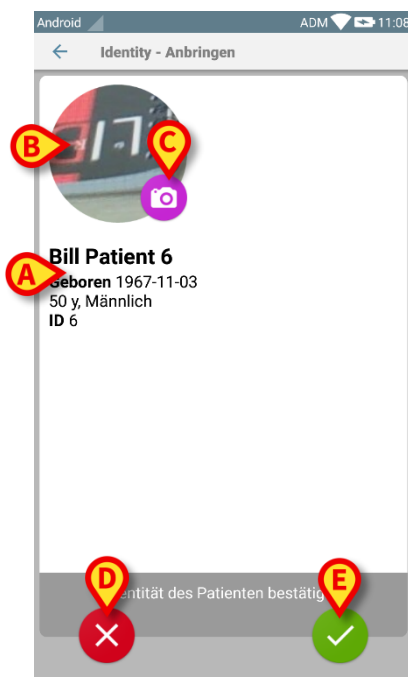

Abb. 114
Dem Benutzer steht eine Bildschirmanzeige zur Verfügung, die die wichtigsten Daten des Patienten und ein Foto von ihm zeigt (wenn verfügbar; anderenfalls wird ein allgemeines Symbol angezeigt - Abb. 114):
- Patientenname, Geburtsdatum, Alter, Geschlecht, Kenncode (Abb. 114 **A**);
- Foto des Patienten (Abb. 114 **B**).
Sollte ein Foto des Patienten fehlen, kann durch Berühren der Schaltfläche in Abb. 114 **C** ein neues aufgenommen werden. Sobald ein neues Foto aufgenommen wurde, kann es geändert werden, um einen kleinen Bereich auszuwählen, der in die detaillierte Bildschirmanzeige des Patienten passt. In Abb. 114 wird der Bildschirm eines Gerätes mit hoher Auflösung gezeigt (d.h. kein Myco 1/2).
Schließlich ist es möglich, das Foto des Patienten durch langes Berühren zu löschen. Der Benutzer kann die angebotene Identifizierung des Patienten ablehnen oder bestätigen, indem er jeweils die Tasten in Abb. 114 **D** oder Abb. 114 **E** berührt. Wurde die Identifizierung des Patienten abgelehnt, wird der Vorgang gelöscht. Hat der Benutzer das Foto des Patienten aktualisiert und wurde die Identifizierung des Patienten abgelehnt, wird die Aktualisierung des Fotos ebenfalls abgelehnt.